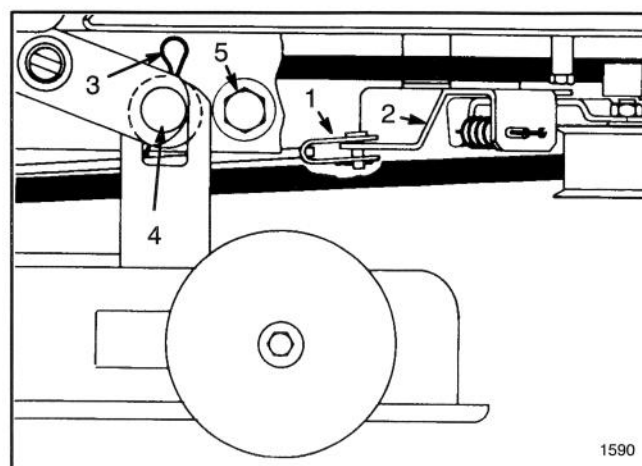

Abbildung 18
9. Splint und Lastösenbolzen entfernen, mit denen die Deckbremsstange am Leitradbügel befestigt ist (Abb. 18).
10. (2) Haarnadelsplinte und Unterlegscheiben entfernen, mit denen das Mähergehäuse an den Montagestiften befestigt ist (Abb. 18). Das Mähergehäuse greifen und zur Seite bewegen, bis es von den Stiften rutscht, dann nach vorne, damit die vorderen Befestigungen herunterfallen können.
5. Kopfschrauben, Halterungen und Sicherungsmuttern entfernen, mit denen die Deckanschläge an jeder Seite des Mäherrahmens befestigt sind (Abb. 18). Das Mähergehäuse zurückschieben, um die Riemen Spannung zu lösen.